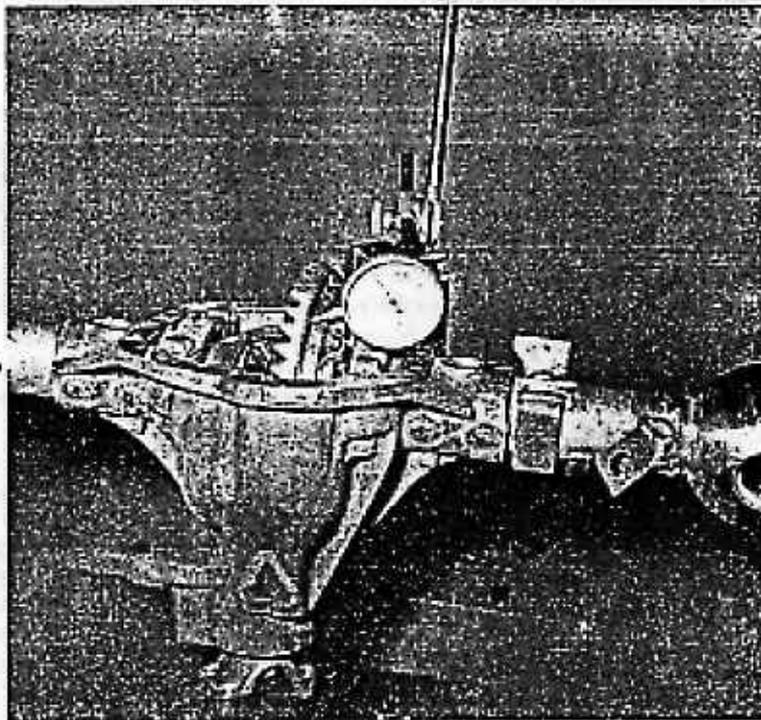

FIGURE 64. — Vérification du voile de la couronne du différentiel avec le comparateur 41-1-100
K. — Vérifier le voile de la couronne (fig. 64).
Placer un comparateur sur le carter du différentiel de façon que sa pointe repose sur la face plate de la couronne comme le montre la figure 64. Faire tourner la chape d'entraînement du pignon d'attaque à la main pour évaluer le voile de la couronne. Il ne doit pas dépasser 0,076 mm (0,003 pouce). S'il dépasse 0,076 mm (0,003 pouce), sortir l'ensemble du différentiel du carter (par. 24 E) et enlever la couronne de la coquille. S'assurer que les surfaces de la coquille et de la couronne ne présentent ni entailles, ni copeaux, qui auraient pu se produire pendant le montage du différentiel. S'il s'est produit quelques éraflures les enlever à la pierre fine ; s'assurer, également, que la bride de la coquille n'est pas faussée. Remettre le différentiel en place dans son carter (sous-par. H ci-dessus). Vérifier à nouveau le voile de la couronne.